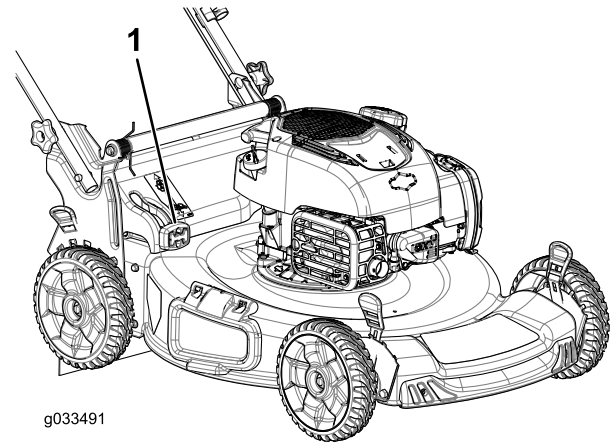

Figure 20
- **Pour ramasser les déchets d'herbe et de feuilles**, appuyez sur le bouton du levier de ramassage sur demande et déplacez le levier en avant jusqu'à ce que le bouton ressorte (Figure 20).